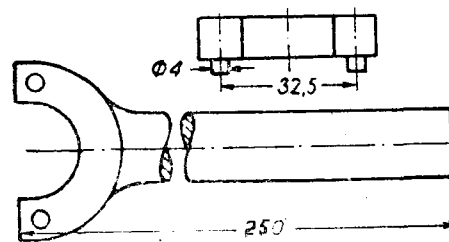

Рис. 71. Эскиз для изготовления ключа для разборки телескопических амортизаторов.
1. Выдвиньте шток в верхнее положение. Специальным ключом (рис. 71) отверните гайку 2, захватив ее за отверстия сверху.